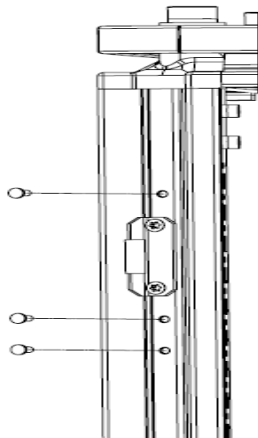

Рис.10
**ВНИМАНИЕ!!!** После установки двери, для обеспечения степени защиты IP55, установить в не используемые отверстия профиля пластиковые заглушки из комплекта артикула «Стойки вертикальные» (Рис.10).
**ВНИМАНИЕ!!!** После установки задней панели, для обеспечения степени защиты IP55, установить в не используемые отверстия профиля пластиковые заглушки из комплекта артикула «Стойки вертикальные» (по аналогии с Рис.10)